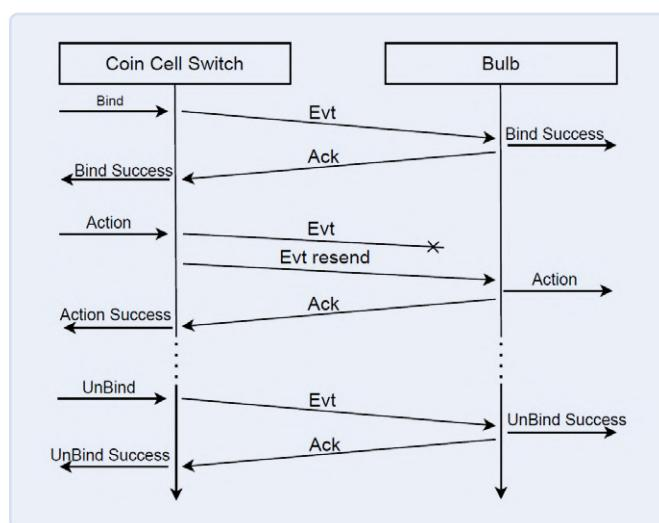

Figure 3. Mécanisme d'accusé-réception implémenté dans la couche application.
**Méthodologie** : afin de garantir une communication fiable ; nous avons créé un mécanisme d'accusé de réception au niveau de la couche application (**figure 3**). Le processus de communication débute lors de l'initialisation de celle-ci par le commutateur à pile bouton. Après avoir reçu un message, le dispositif récepteur répond par un ACK (*acknowledgement* ou accusé de réception), indiquant la réussite de la réception du message, la communication est alors terminée. Si l'accusé de réception n'est pas reçu dans un temps spécifié, le commutateur tente une retransmission du message de façon répétitive. Afin de maintenir la simplification du protocole, tous les paquets sont diffusés en utilisant le protocole ESP-NOW au niveau de la couche « data link ».